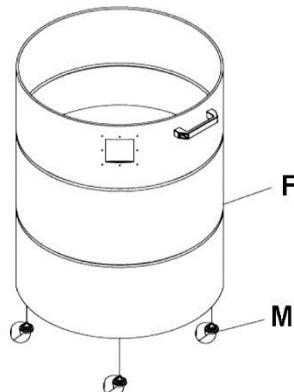

Рис. 4
- Закрутите 4 ролика (M) в гайки под контейнером (F). См. Рис. 4.